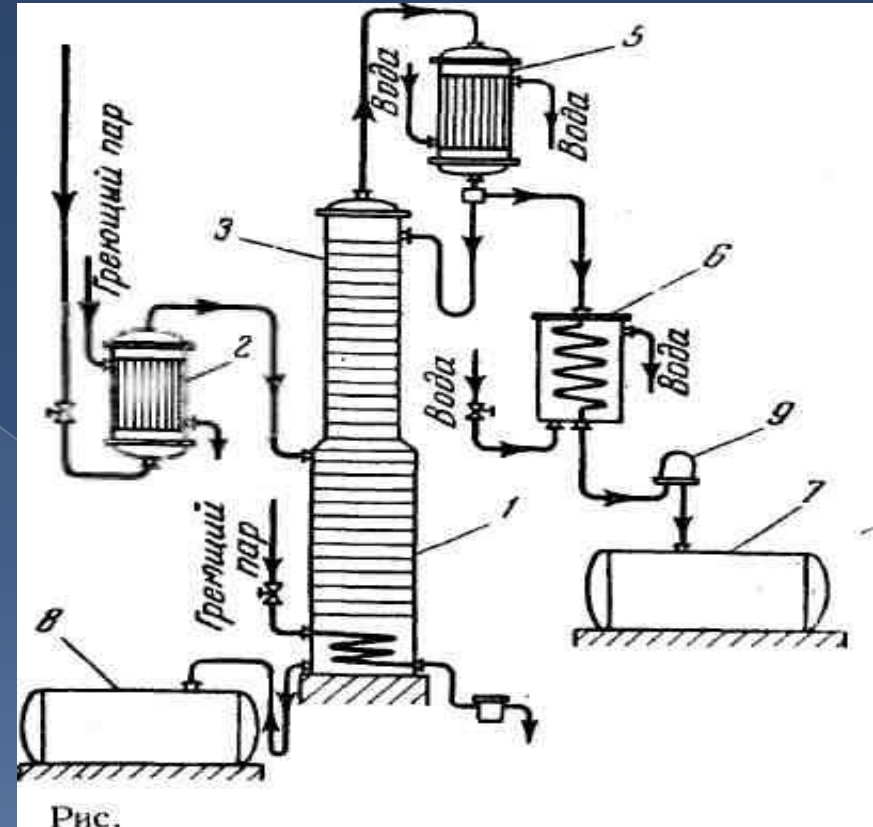

Рис. 387. Схема непрерывно действующей ректификационной установки:
- Поэтому в установках для непрерывной ректификации (рис. 387) колонны выполняют из двух частей: нижней / (исчерпывающей) и верхней 3 (укрепляющей). В исчерпывающей части колонны происходит удаление легколетучего компонента из стекающей вниз жидкости, а в верхней—обогащение поднимающихся вверх паров легколетучим компонентом.